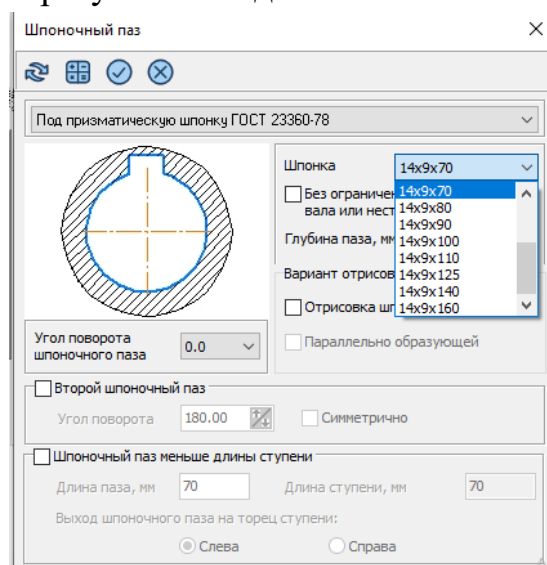

Рисунок 42 - Выбор параметров шпонки и шпоночного паза
- Для построения на цилиндрической ступени модели шпоночного паза выделите в дереве ступеней и элементов цилиндрическую ступень внутреннего контура модели. Нажмите кнопку *Дополнительные построения*  на инструментальной панели внутреннего контура. В развернувшемся меню выберите команду *Шпоночные пазы*. Откроется дополнительное меню с различными типами пазов. Щелчком мыши укажите тип паза «Под призматическую шпонку». В открывшемся окне необходимо выбрать параметры шпонки и шпоночного паза. Причем, в поле шпонка автоматически указываются стандартные размеры шпонки, которая подобрана, исходя из диаметра активной ступени модели. Из предлагаемого списка выберите шпонку – 14×9×70 (рисунок 42), угол поворота шпоночного паза – 0. Нажмите кнопку *Создать* . На рисунке 43 представлен результат создания шпоночного паза.